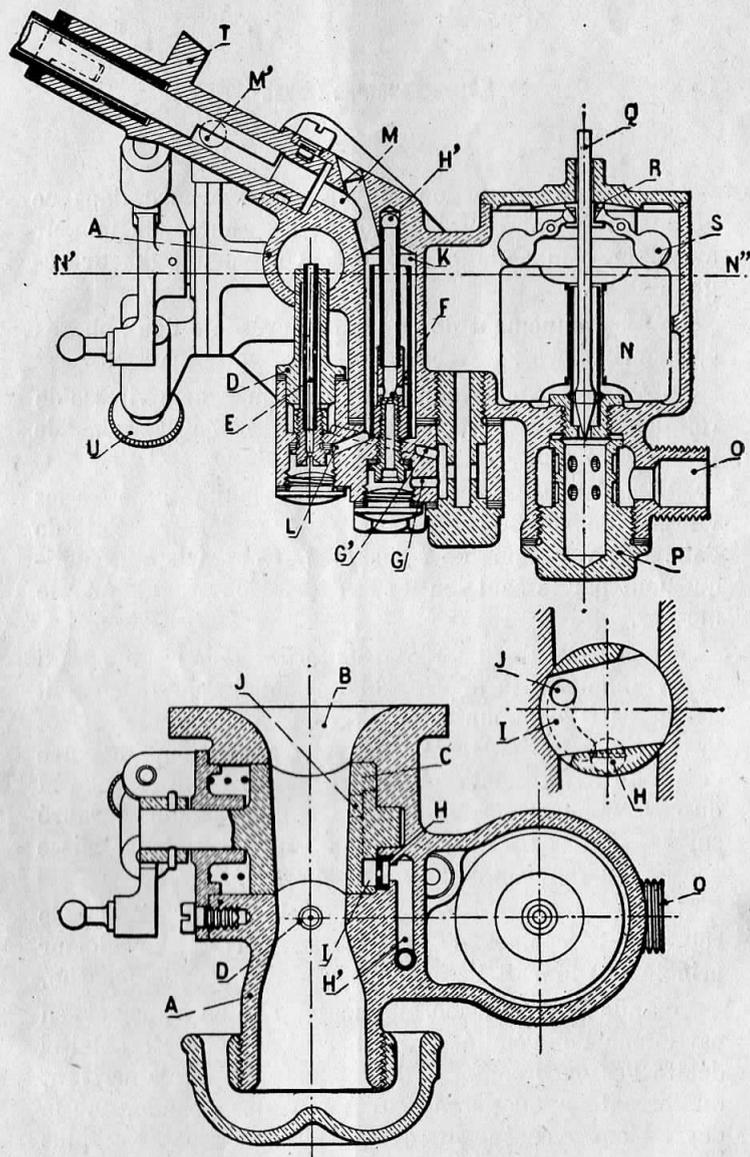

Fig. 6. — Carburateur
V. La douille R (fig. 6) dans laquelle pénètrent les extrémités des leviers des contrepoids est fixée à la tige-pointeau par une petite goupille: cette dernière peut être cassée, et dans ce cas le pointeau n'obéit plus au flotteur, et il reste ouvert ou fermé.